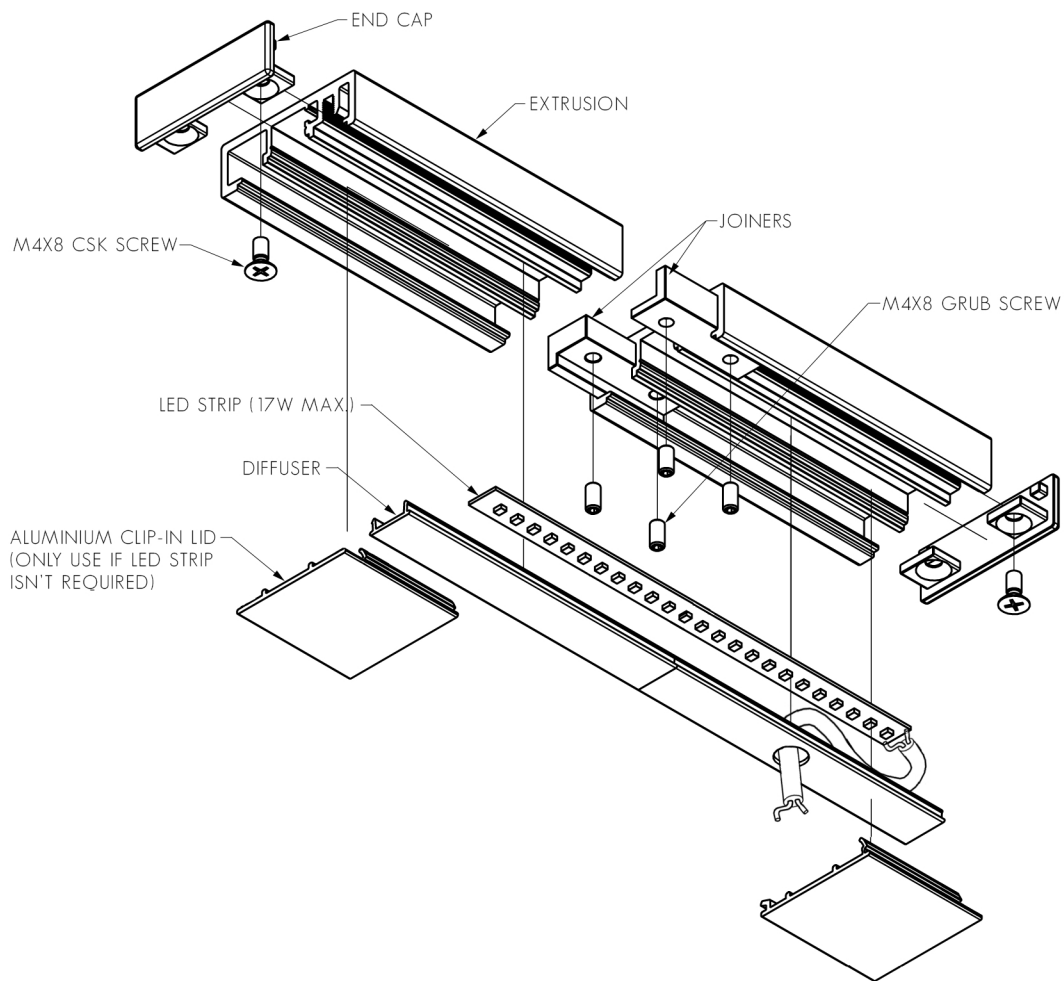

FIG. 5 - ENSURE JOINERS ARE LOCKED TOGETHER TIGHTLY
NOTE: RICHIE RAIL 17 EXTRUSION IS NOT SYMMETRICAL. ONE SIDE HAS AN EXTRUDED SCREW RAIL WHICH MUST BE ON THE SIDE FARTHEST FROM THE WALL. SEE FIGURES 5 OR 6 ON PAGE 4 FOR DIRECTION.
4. THE NEXT LENGTH OF HANDRAIL IN THE EXAMPLE REQUIRES A JOIN. MEASURE THE TOTAL LENGTH REQUIRED, THEN CUT THE TWO LENGTHS OF HANDRAIL, ENSURING THAT THE JOIN IS NO MORE THAN 50MM FROM A WALL BRACKET. SEE FIG. 5 ON PAGE 6 FOR LOCATION OF JOINERS.
1. WHERE THERE ARE JOINS, LOCK TOGETHER ONTO JOINERS WITH GRUB SCREWS (SEE FIG. 5).